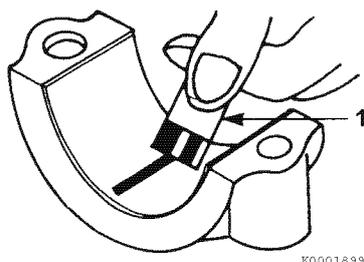

Figure 6-68
- 5- Comparez la largeur de la partie aplatie du PLASTIGAGE (1, **Figure 6-68**) par rapport aux repères sur la garniture. Le repère le plus proche de la largeur de la PLASTIGAGE aplatie indiquera le jeu de lubrification des roulements.